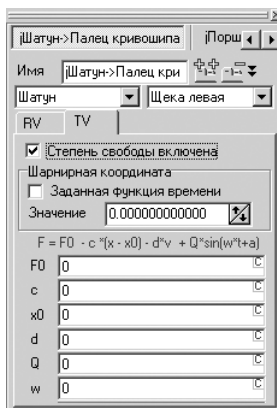

Рис. 2.55. Окно **Инспектор** после выделения в раскрытом списке Шарниры пункта jШатун->Палец кривошипа
- щелкните в Дереве элементов по пункту Шарниры, если он не раскрыт, а затем в раскрытом списке по пункту jШатун->Палец кривошипа. Появится соответствующее окно Инспектор, как на рис. 2.55;